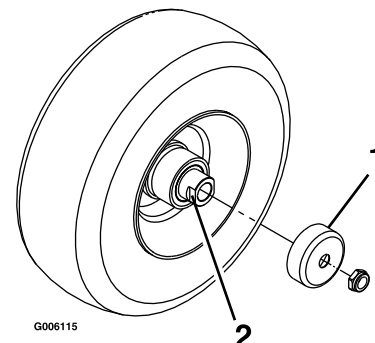

Figura 42
3. Remova os resguardos do vedante do cubo da roda (Figura 42).